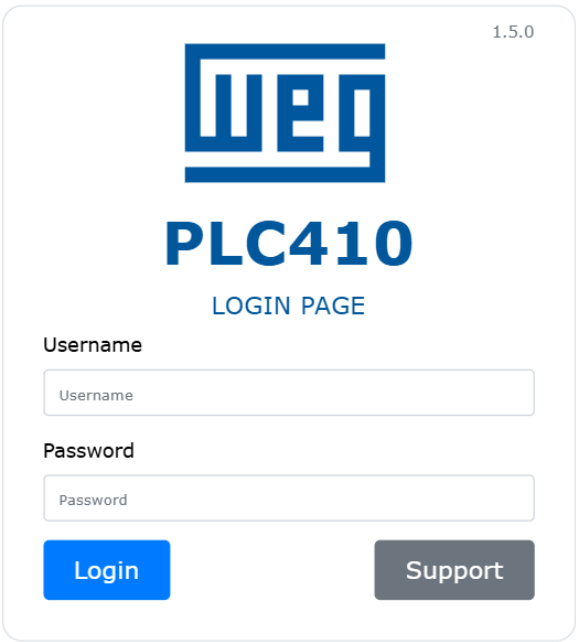

Figura 16.1: Webpage do PLC410
- 3) Abra um navegador web e digite o respectivo IP da conexão. A webpage será aberta conforme a Figura 16.1 na página 16-1, e mostrará a tela de login do produto. Para o primeiro acesso, utilize **weg** para Username e **weg** para Password.